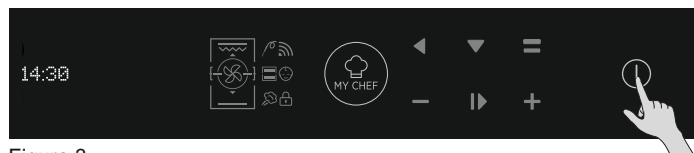

Figura 3
- Para utilizar el horno por primera vez es necesario realizar el proceso de instalación. Pulse ON/OFF para continuar. (Figura 3)